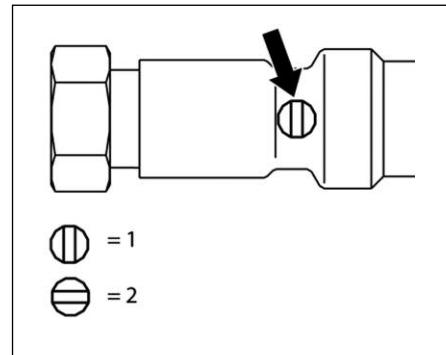

Abb. 27: Sperrventil
1. Befüllvorrichtung (nicht im Lieferumfang) an Anschluss (6) anschließen.
2. Sperrventil (1) öffnen (Abb. 27).
3. Kugelhähne (3) und (4) müssen geöffnet sein.
4. KFE-Hahn (5) langsam öffnen (längs zur Leitung) und Anlage auf den gewünschten Anlagendruck füllen.
5. Über das Entlüftungsventil (2) die Anlage entlüften.
6. Nach dem Befüllen und Entlüften das Sperrventil (1) in Betriebsstellung bringen (Abb. 27), und den KFE-Hahn (5) schließen.